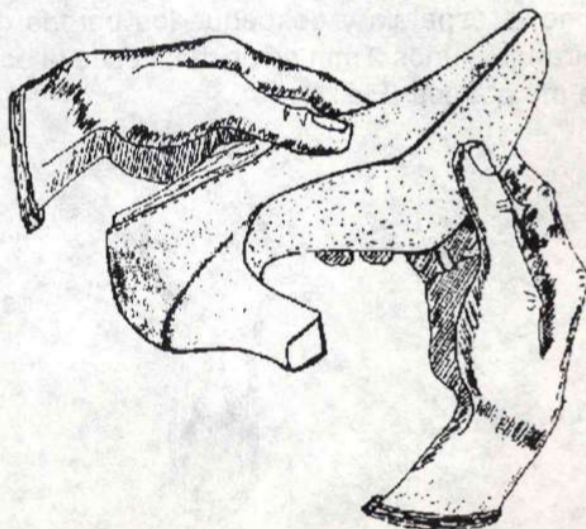

Fig. 1
- Agarre el zapato como indica la gráfica siguiente (Fig. 1)